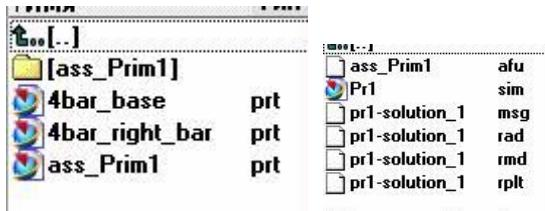

рис.4
- Нужно отметить, что для каждого вашего проекта в приложении “Симуляция кинематических механизмов” рекомендуется заранее сформировать **отдельную директорию**. Потом, внутри этой директории, по ходу анализа, будет сформирована еще одна вспомогательная директория – так называемая *Папка симуляции* (рис.4). Внутри этой папки симуляции по ходу анализа система расположит несколько вспомогательных файлов (рис.5). В общем, весь проект нужно хранить в отдельной директории.